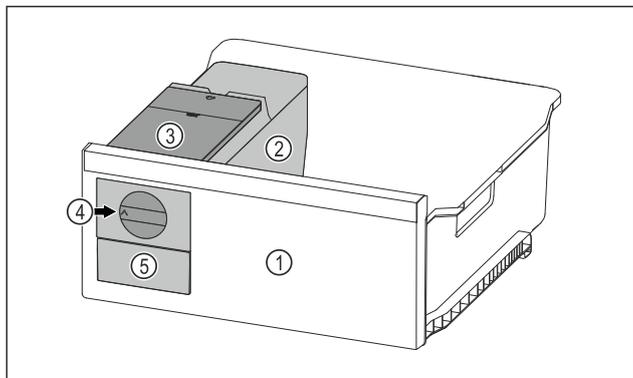

*Fig. 69*
- ▶ Introducir el cajón inclinado rodeando los topes *Fig. 69 (1)*.